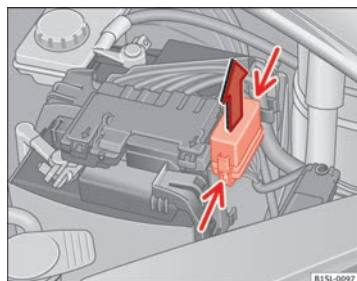

Fig. 148 En el vano motor: tapa de la caja de fusibles.
- Presione las pestañas de bloqueo en el sentido que indica la flecha (flechas finas) para desbloquear la tapa de la caja de fusibles ⇒ fig. 148.